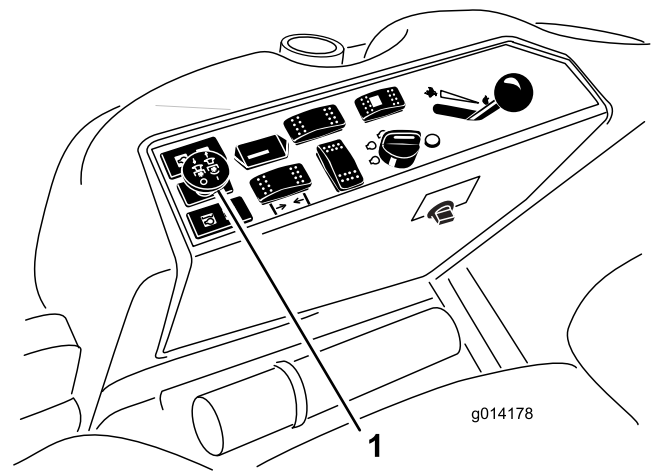

Figura 17
3. Innestate il comando della PDF alzandolo (Figura 17).